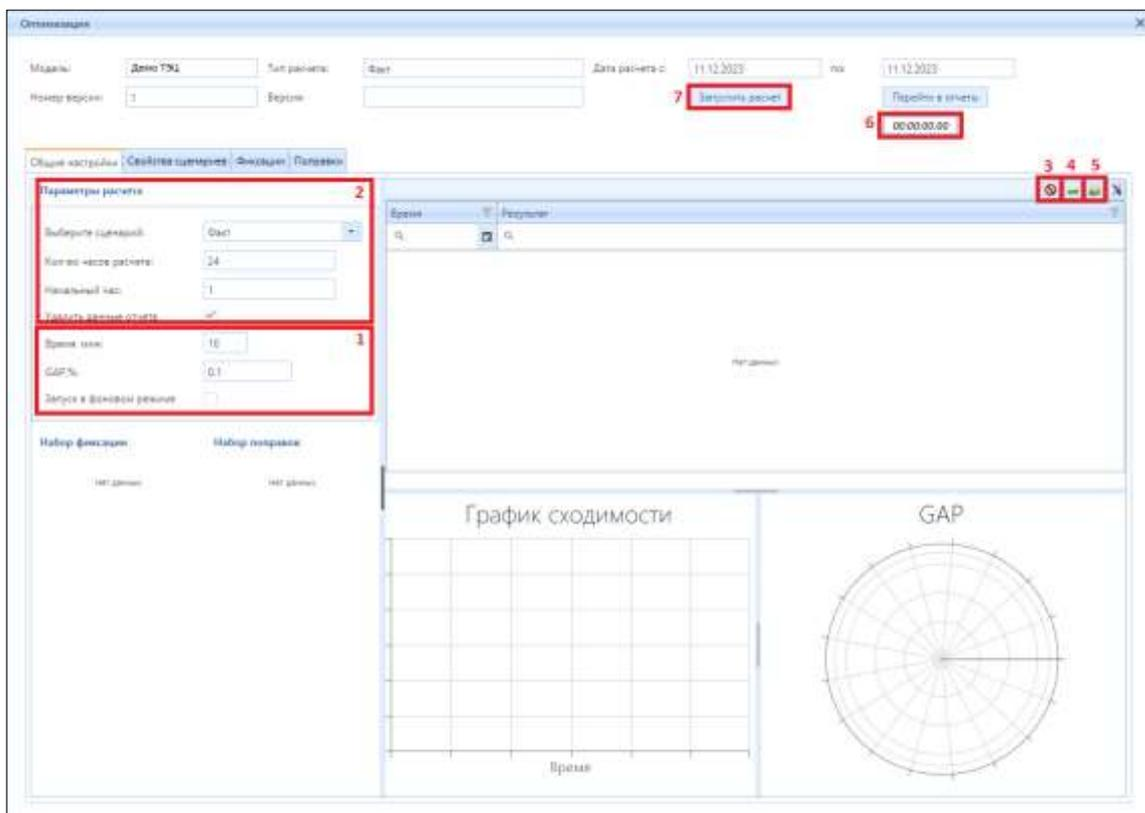

Рисунок 3.4.22 – Визуализация окна «Оптимизация»
6. После нажатия появится окно «Оптимизация» (рис. 3.4.22).
Затем устанавливаются параметры расчета (2) (рис. 3.4.22): количество рассчитываемых часов и начальный час расчета. При необходимости проставляется чек-бокс «Удалить данные отчета». Например, если расчет производится на следующий час в начале каждого часа и чек-бокс «Удалить данные отчета» не проставлен, то к отчету каждый час будет добавляться новая рассчитанная строка.
Далее необходимо нажать кнопку (7) «Запустить расчет» (рис. 3.4.22). После нажатия кнопки запустится таймер (6) (рис. 3.4.22) и при необходимости можно посмотреть лог оптимизации (5) (рис. 3.4.22) и файлы, которые формируются при проведении расчета (4) (рис. 3.4.22). Для остановки расчета необходимо нажать на кнопку (3) «Остановить расчет» (рис. 3.4.22).